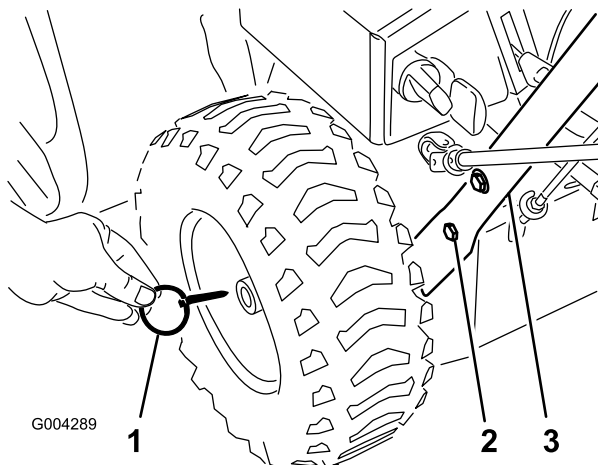

Рисунок 3
2. Вынуть шкворни из обоих колес и раздвинуть колеса на оси на расстояние, равное примерно 2,5 см (Рисунок 3).
5. Совместите отверстия на левой стороне узла рукоятки с отверстиями на левом боковом листе и закрепите рукоятку двумя стяжными болтами с шайбами Белвил, затянув их вручную (Рисунок 3).